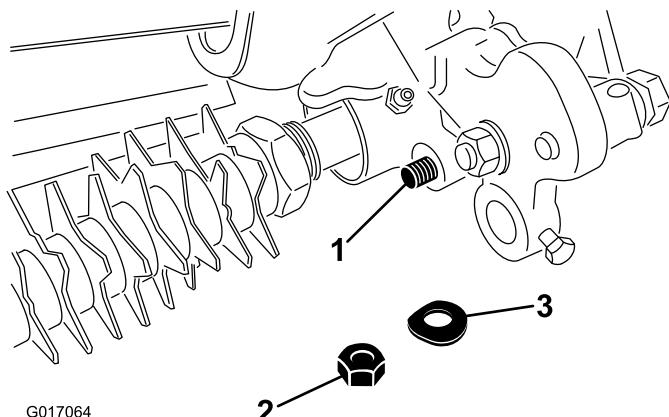

図 11
23. アジャスターム・アセンブリのロッド端部をグルーマ駆動アセンブリに固定するベルヴィールワッシャとロックナットを使用する図 11。
28. アジャスターム・アセンブリのロッド端部をグルーマ駆動アセンブリに固定するベルヴィールワッシャとロックナットを使用する図 11。